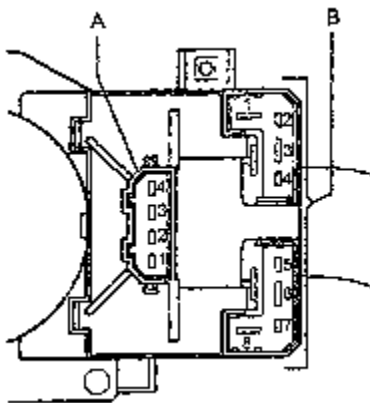

图 11-81 刮水装置和风窗清洗装置的开关和多功能显示器
(1) 刮水装置和风窗清洗装置的开关和多功能显示器的导线连接，如图 11-81 所示。